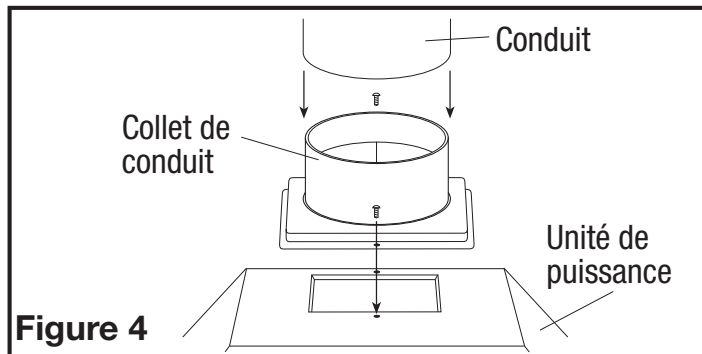
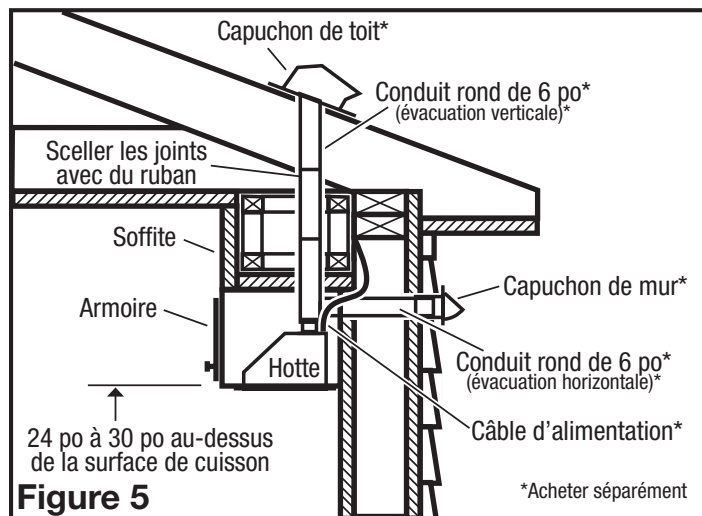

Figure 4
Figure 5
1. Installez le collet de conduit sur la hotte avec les deux vis #6 à tête époincée. (**Figure 4**). Assurez-vous que les joints des conduits et les pénétrations extérieures sont scellés avec du mastic ou tout autre matériau similaire pour créer un passage d'air étanche afin de minimiser la perte ou le gain de chaleur et réduire le risque de condensation. Placez / enveloppez l'isolant autour du conduit et / ou ventilateur afin de minimiser la possibilité d'accumulation de condensation à l'intérieur du conduit, ainsi que la perte ou le gain de chaleur (**Figure 5**).
- Quand il y a accès au dessus de l'unité, reliez la canalisation au collier de conduit et fixez-la en place en utilisant un ruban adhésif pour sceller tous les joints (Figure 4).